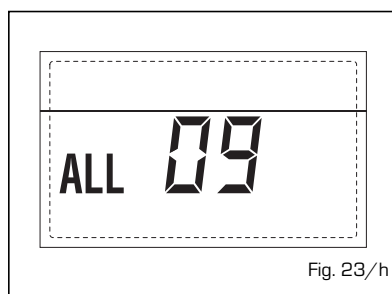

Fig. 23/h
- ANOMALÍA SONDA CALENTADOR "AL 10" (fig. 23/i)